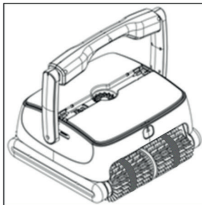

Abbildung 1
- Drücken Sie die Öffnungstaste an der Frontseite des Reiner (siehe Abbildung 1)